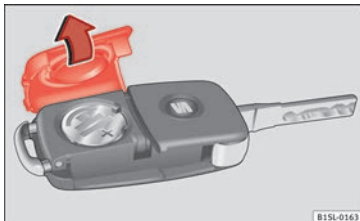

Abb. 99 Fahrzeugschlüssel: Deckel für Batteriefach.
- Abdeckung auf der Rückseite des Fahrzeugschlüssels » **Abb. 99** in Pfeilrichtung abnehmen » ❶.
- Abdeckung wie gezeigt ansetzen » » **Abb. 99** und entgegen der Pfeilrichtung auf das Fahrzeugschlüsselgehäuse drücken bis sie einrastet.
❶ VORSICHT